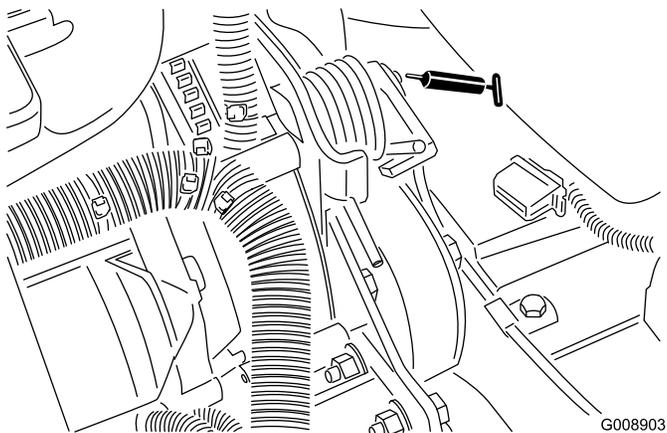

Figure 39
- Pivot de tension de courroie (Figure 39)